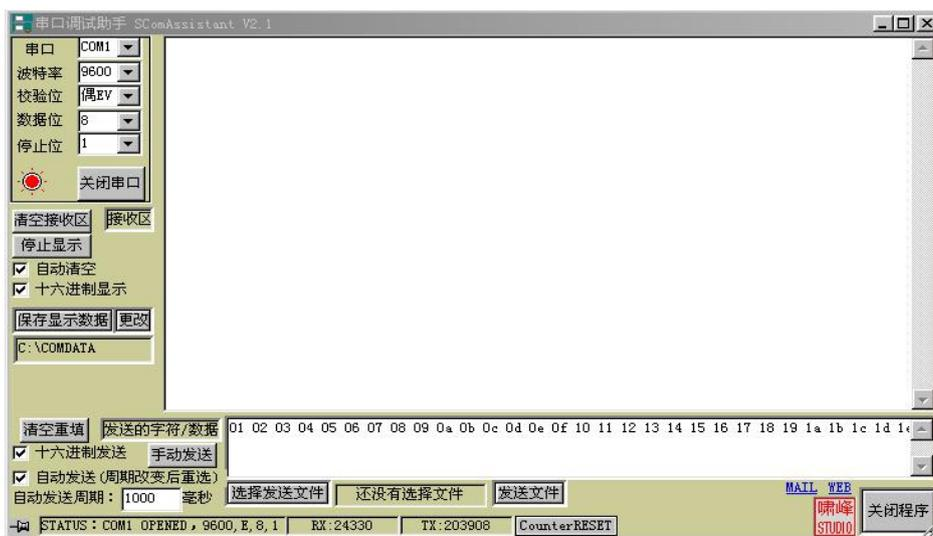

图 28
- ③ 在 PC2 中启动“串口测试程序”，并选择串口：COM1；波特率：9600；校验位：偶 EV；数据位：8；停止位：1；发送区：十六进制发送；在 PC2 发送数据窗口键入数据长度≤64；比如：01 02 03 04 05 06 07 08 09 0A 0B 0C 0D 0E 0F 10 11 12 13 14 15 16 17 18 19 1A 1B 1C 1D 1E(十六进制发送，一个数字占 2 位，空格分开)共 30 个字节；选择“自动发送”、“自动发送周期：1000 毫秒”，则可看到连续的“收-收-”过程，见图 28。